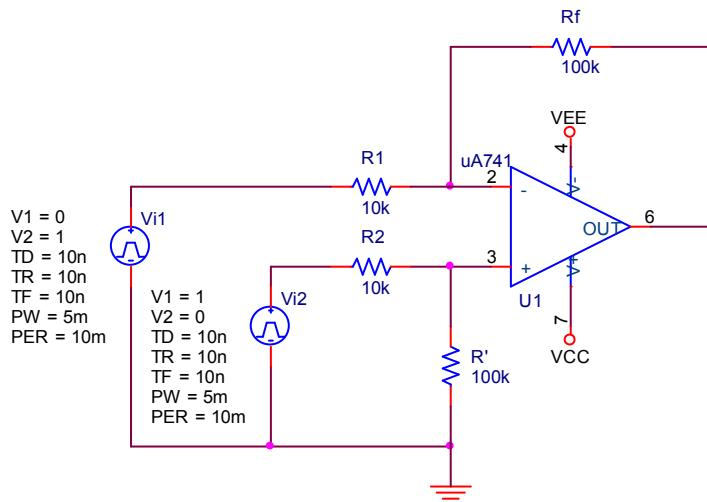

图 8.1.5 减法电路
8.1.5 减法电路如图 8.1.5, 验证电路功能。(jianfa)